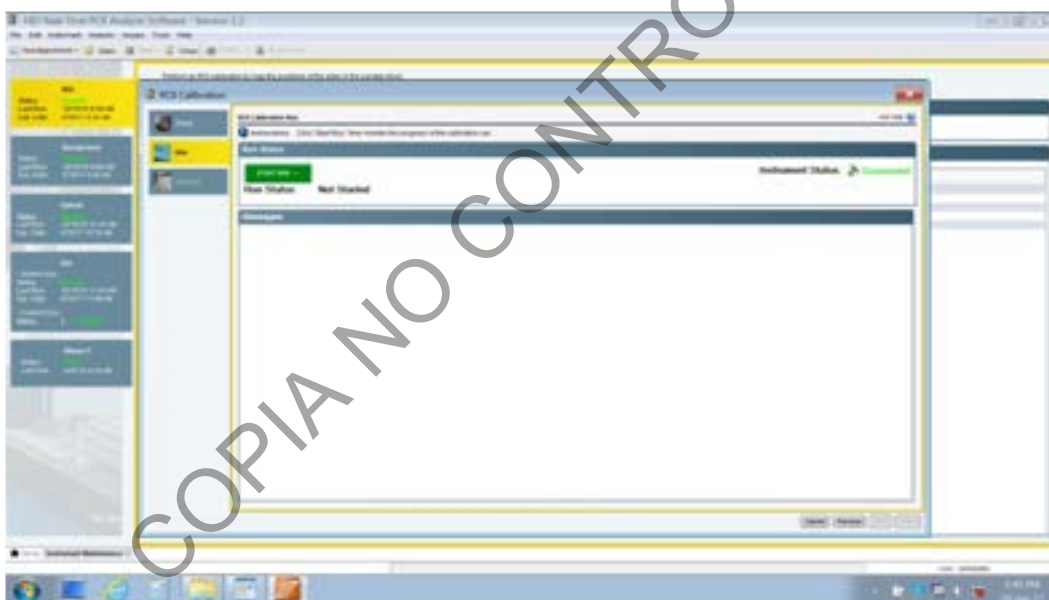

Figura 24. Opciones de calibración, mostrando la casilla ROI y cuadro para empezar el análisis en color verde
**7.4.1.12** Haga click en el botón superior izquierdo color verde **Start Run**. Ver figura 24